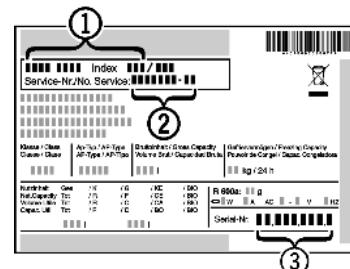

Fig. 47
- Считать обозначение устройства Fig. 47 (1), сервисный номер Fig. 47 (2) и серийный номер Fig. 47 (3) с заводской таблички. Заводская табличка находится внутри устройства слева.